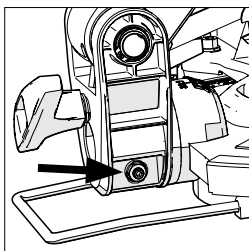

Fig. 11
- Utilisez la clé à tête hexagonale pour ajuster la vis de réglage dedans ou dehors selon les besoins. (**Fig. 11**)